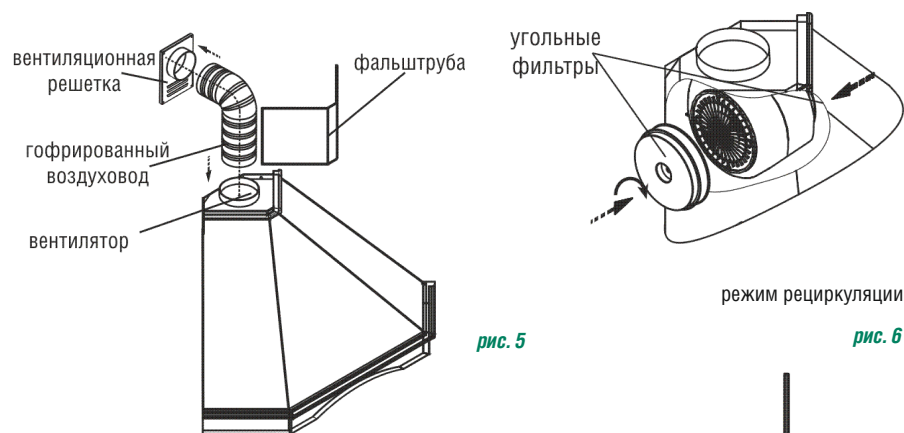

рис. 5
6.3 В зависимости от режима эксплуатации соедините вентилятор полужестким гофрированным воздуховодом с вентиляционной решеткой (рис. 5) или установите на вентилятор угольные фильтры (рис.6). Угольные фильтры устанавливаются на защитные короба вентилятора путем легкого нажатия и поворота их по часовой стрелке.